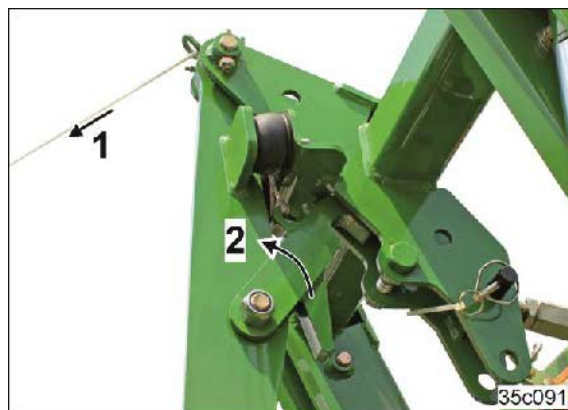

Fig. 131
2. Træk i (Fig. 131/1) kablet.
→ Låsekrogen (Fig. 131/2) åbner.
4. Slip (Fig. 131/1) kablet.
Hvis liftrammen ikke skal låse, f.eks. når der vendes ved enden af marken (se Fig. 132), skal der ikke trækkes i kablet (Fig. 131/1).